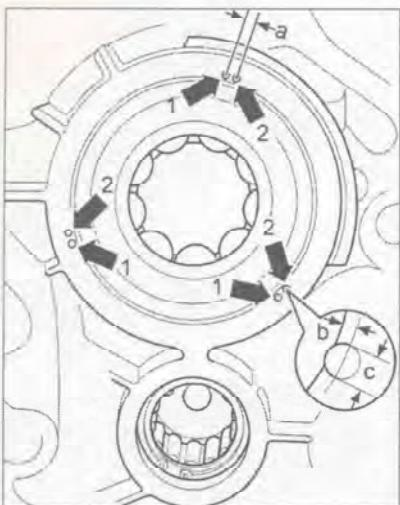

Рис. 7.232. Установка защитной пластины при замене подшипника.
11. Осуществите 1-ю зачеканку (стрелки 1) (рис. 7.232).